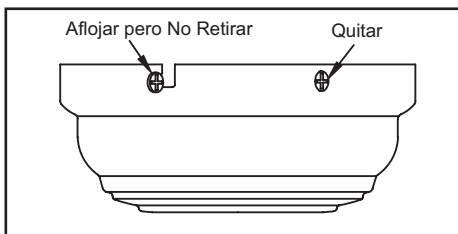

Figura 6
tornillos ranurados. Esto te permitirá retirar la placa de montaje (Figura 6).
2. Retira la placa de montaje de la cubierta aflojando los cuatro tornillos de la parte superior de la misma. Quita los dos tornillos sin ranura y afloja los tornillos ranurados. Esto te permitirá retirar la placa de montaje (Figura 6).